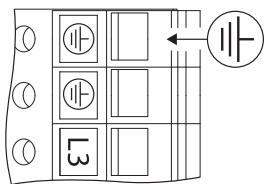

Fig. 26: Dodatkowe uziemienie
- Ze względu na większy prąd upływowego w przypadku silników o mocy od 11 kW, zgodnie z normą EN 61800-5-1:2008-04 wymagane jest dodatkowo wzmacnione uziemienie (patrz Fig. 26).